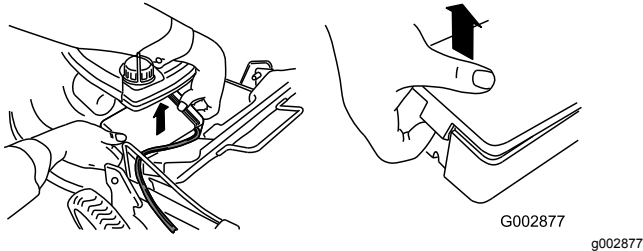

Figure 40
1. Dégagez les deux extrémités du couvercle de la batterie et déposez le couvercle (Figure 40).